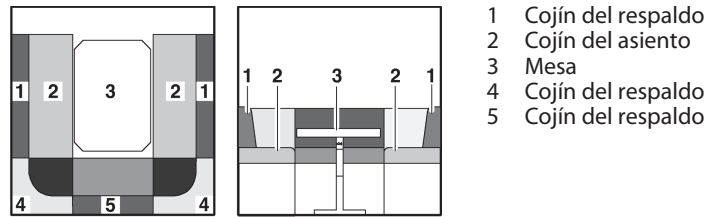

Fig. 150 Antes de la transformación
- Transformar la mesa (Fig. 150,3) en base de cama (véase apartado 7.9).